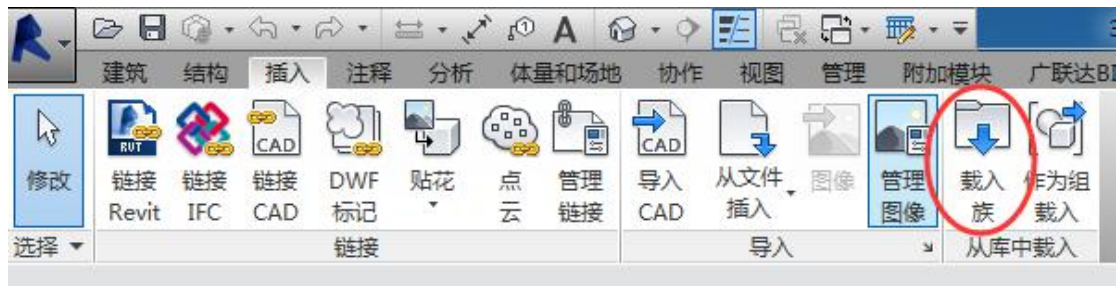
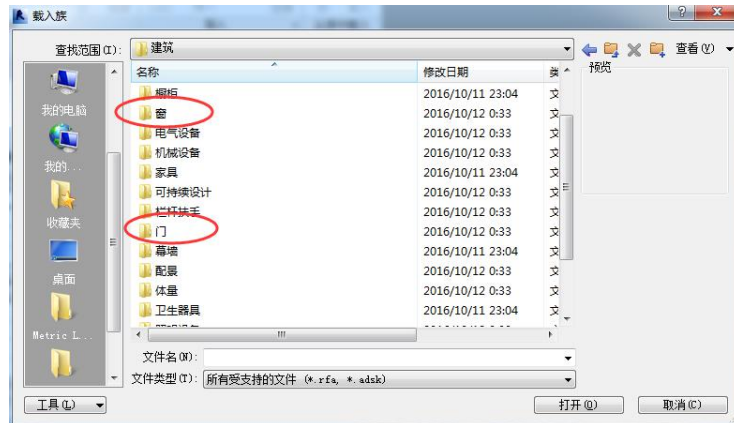

图 6-15 载入族
图 6-16 门窗文件夹
(1) 载入门窗：在“插入”选项面板里，单击“载入族”命令（图 6-15），弹出对话框，选择“建筑”文件夹→“门”或“窗”文件夹→选择某一类型的窗载入到项目中（图 6-16）。